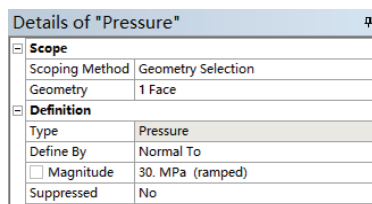
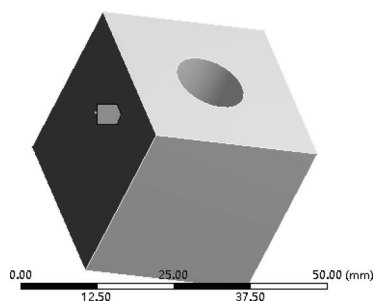

图 6-27 设置载荷
图 6-28 载荷结果
7) 选中 Pressure, 选择需要施加压力的面, 单击 Details of “Pressure” 细节窗口中 Geometry 选项下的 Apply 按钮, 如图 6-27 所示, 同时在 Magnitude 选项下设置压力为 30MPa 的面载荷, 如图 6-28 所示。